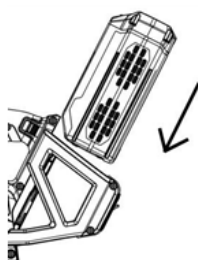

Fig 12
1. Insérez la batterie dans la prise jusqu'à ce que vous entendiez un « clic » clair (Fig. 12).